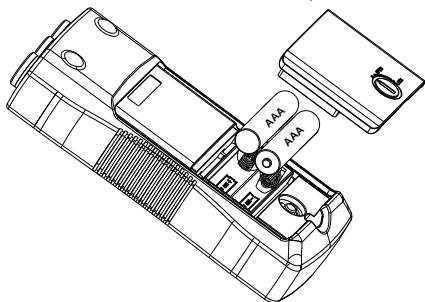

Abbildung 3: Batterien wechseln
Der PRM-6-EUR benötigt zwei AAA-Batterien (1,5 V, mitgeliefert). Zum Batteriewechsel führen Sie bitte die folgenden Schritte aus; orientieren Sie sich dabei an Abbildung 3:
4. Wechseln Sie die Batterien wie in Abbildung 3 gezeigt. Beachten Sie den Polaritätshinweis im Batteriefach.